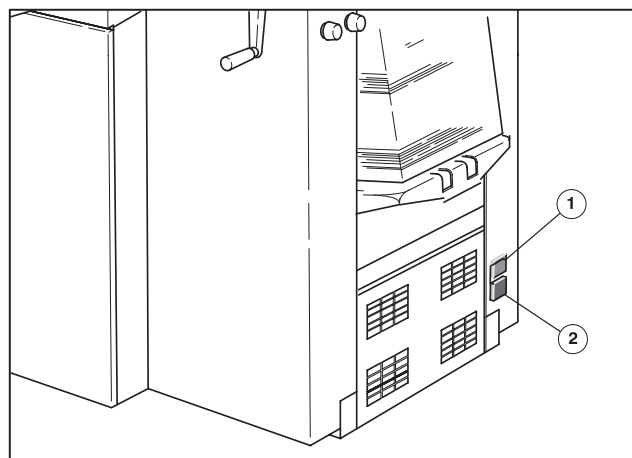

Рис. 44 Выключатель нейтрализатора статического электричества
① Включение/выключение нейтрализатора статического электричества осуществляется при помощи выключателя (Рис. 44/①). Во включенном состоянии загорается контрольный индикатор (Рис. 44/②).